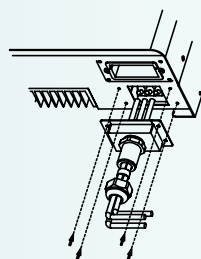

Fig. 11
■ Coloque los cables del modo siguiente (Fig. 11) :